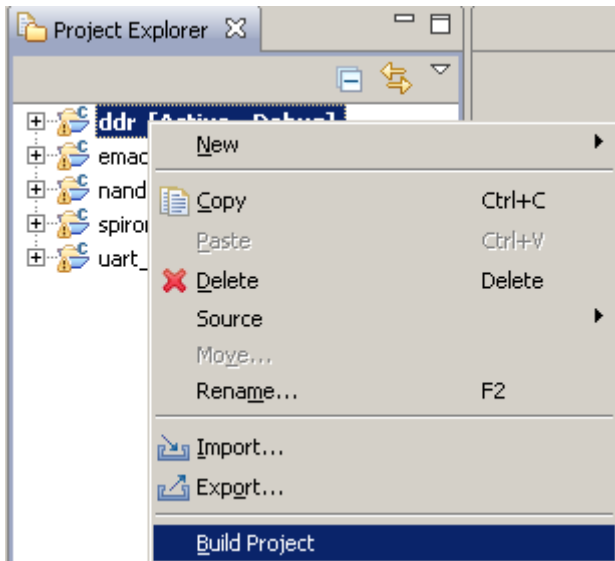

图 1-1-4
1. 右键点击待编译的工程选择[Build Project]选项，如图 1-1-4 所示：